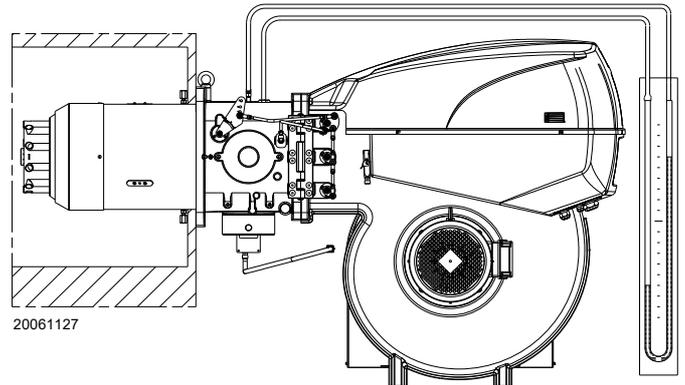

Abb. 27
- Montieren Sie ein U-Rohr-Manometer oder einen Differentialdruckmesser (Abb. 27), mit Entnahmestelle (+) am Gasdruck der Muffe und (-) in der Brennkammer. Damit soll annäherungsweise die Höchstleistung des Brenners ermittelt werden.
Das U-Rohr-Manometer (Abb. 27) zeigt den Gaseintritt an der Muffe an.